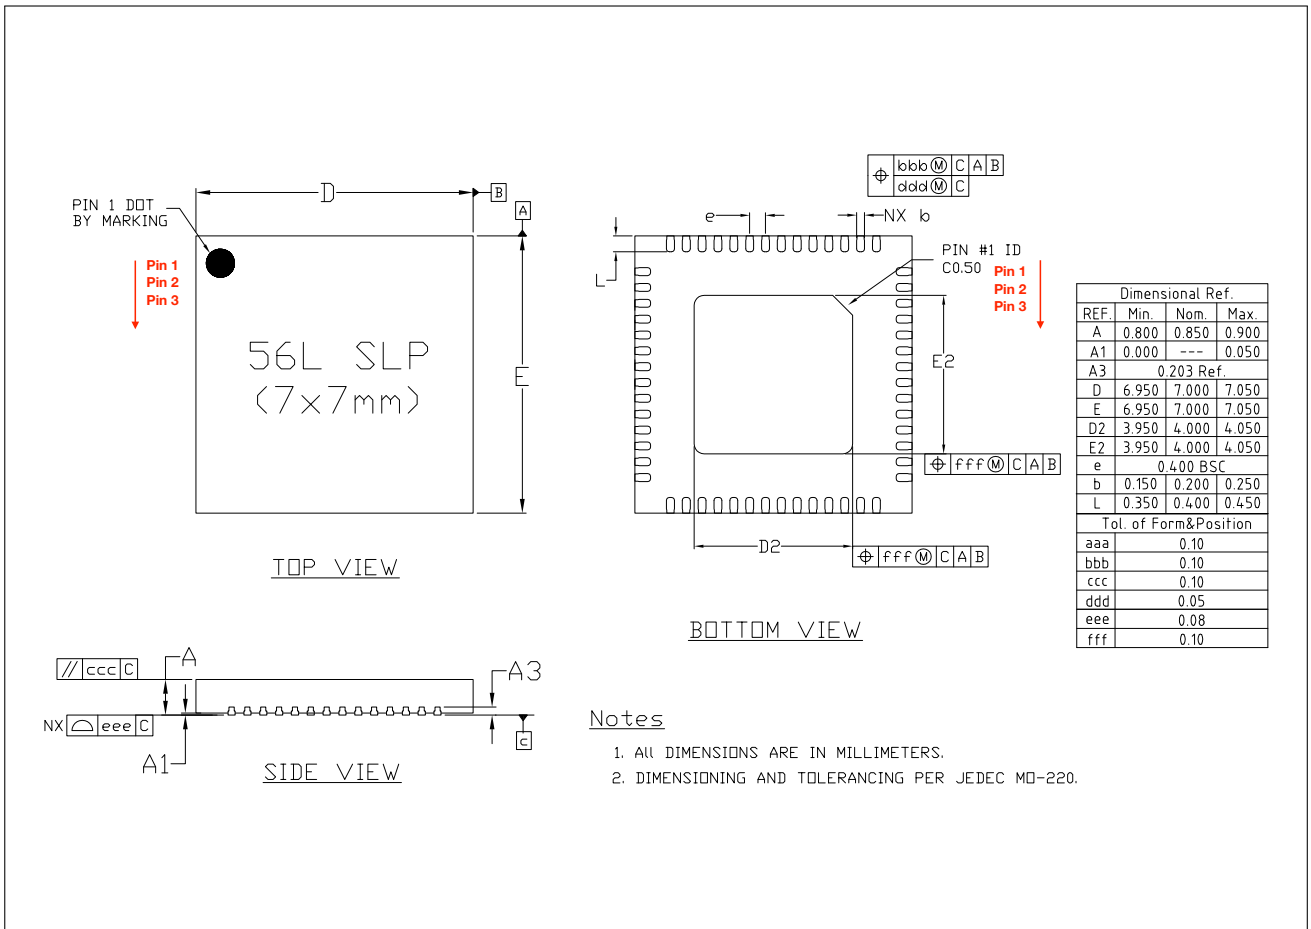
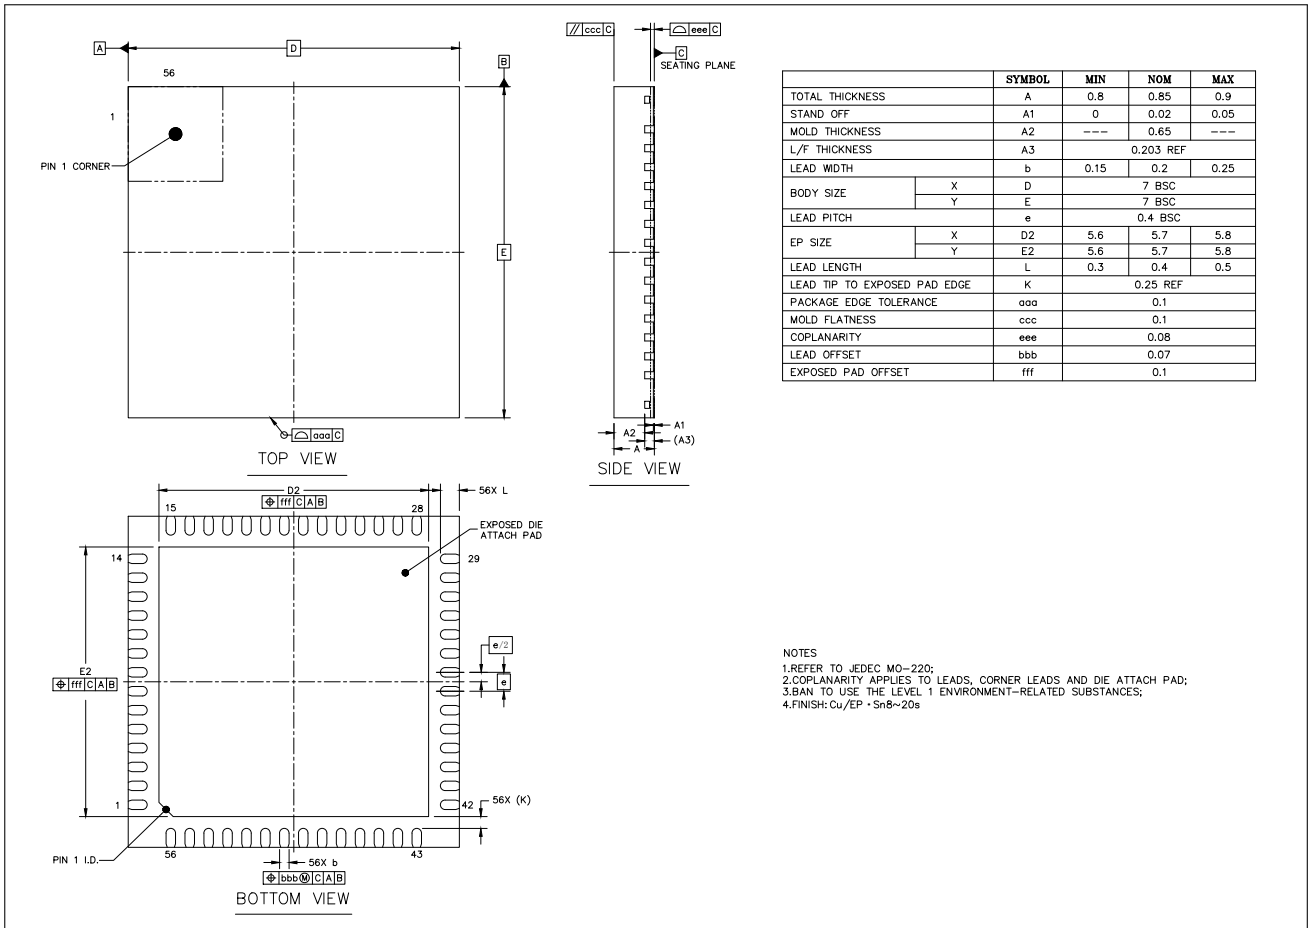

图 7-1. QFN56 (7×7 mm) 封装
图 7-2. QFN56 (7×7 mm) 封装 (仅适用于 ESP32-S3FH4R2)
- ESP32-S3FH4R2 芯片的封装（见图 7-2）除 EPAD 尺寸更大外，与其他 ESP32-S3 芯片封装（见图 7-1）相同。ESP32-S3FH4R2 芯片同样可使用 推荐 PCB 封装图 源文件 (asc)，但需更改其中的 EPAD 尺寸（具体见图 7-2 中的 D2 和 E2）。